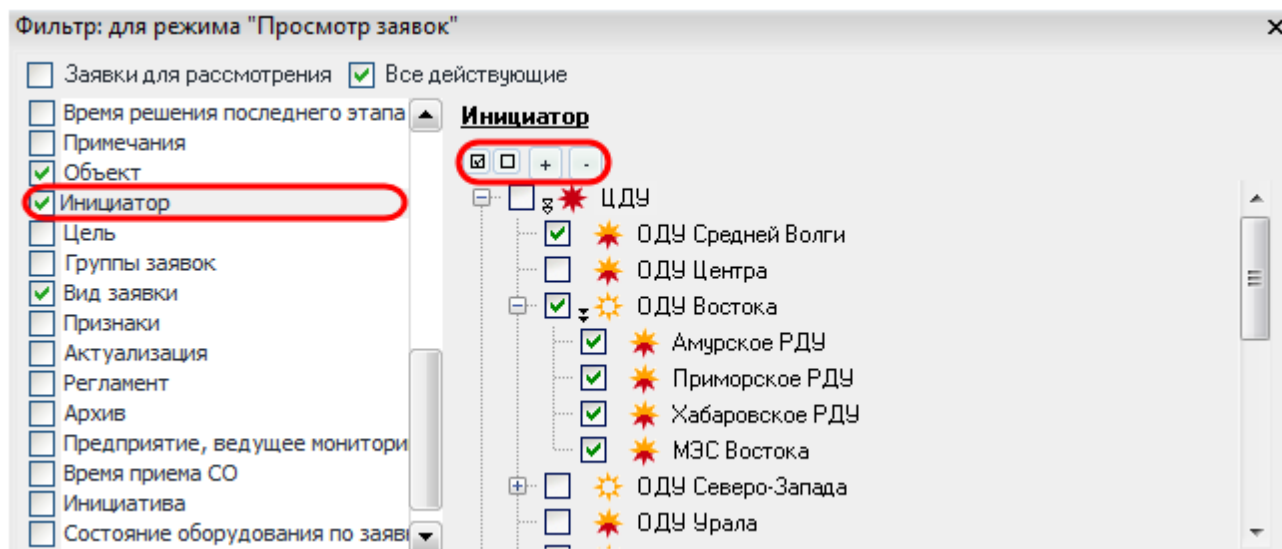

Рисунок 9.43 – Фильтрация по предприятиям-инициаторам
- **Фильтр «Инициатор»** – фильтрация по предприятиям-инициаторам заявки (Рисунок 9.43);